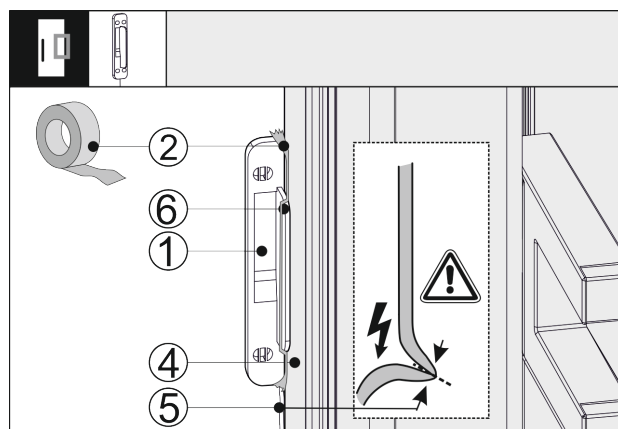

Fig. 42
- Helyezze a koppintásérzékelőt Fig. 42 (1) a készülék ajtajára Fig. 42 (4) oldalt oly módon, hogy az ütköző Fig. 42 (6) felfeküdjön a készülék ajtajára Fig. 42 (4). Az érzékelő kábele Fig. 42 (5) enyhén feszül, és szintén felfekszik a készülék ajtajára Fig. 42 (4) is.
- Rögzítse a koppintásérzékelőt Fig. 42 (1) ragasztószalaggal Fig. 42 (2). A koppintásérzékelőt később a bútor előlapjára kell felcsavarozni.